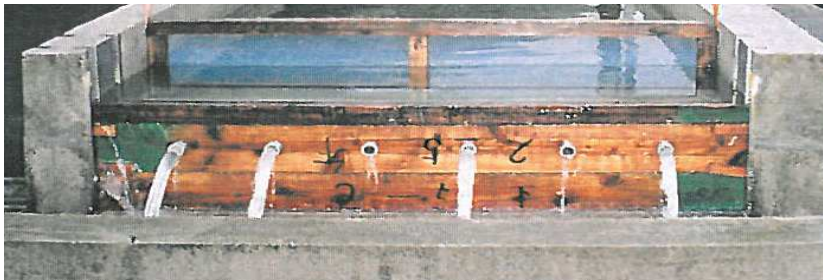

図1 改良せき板(写真)
魚を飼育する上で、飼育水量を常に把握しておくことは重要であるが、水量測定は手間がかかるうえに、頻繁に変動するものでないとの思い込みから、日々の管理の中ではないがしろにされることが多い。そこで、一定量の水が飼育池に流入していることが一目でわかり、その増減も簡便に把握できる改良せき板（図1）の利用が提案されている。
h：水面（せき板上面）からパイプ中心までの高さ（図1）
2. ①式のうち、Cの流量係数は、穴の形状、表面の状態により変化し、理論値は存在しない。また、Smithの実験値（参考資料1）によると、上記条件を一定にしても、A及びhが小さくなるほどCは大きくなることが示されている（C=0.60～0.63）。
3. 参考資料2によると、図1に示すように、下記条件でパイプを取り付けることにより流量が増加する（C=0.82）ことが示されており、今回はせき板の条件をなるべく一定にするため、生産現場で最も普及しているVP規格の塩ビ管をパイプとして利用する前提で流量表を作成した。